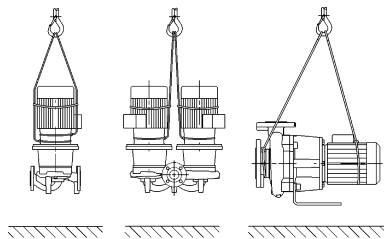

Fig. 7: Pompanın nakliyesi
- Motordaki nakliye halkaları sadece yük bağlanırken kılavuz işlevi görür (Fig. 7).